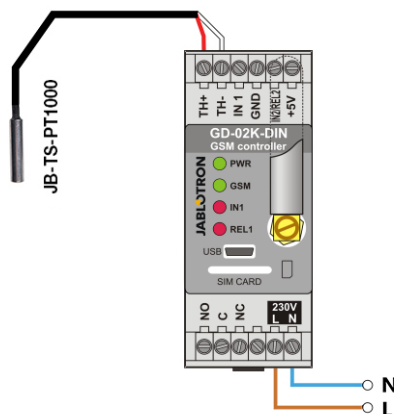

Рисунок 4: Контроль температуры.
- При подключении температурного датчика не забывайте о полярности (красный провод =TH+, белый провод =TH-), см.рис.4.